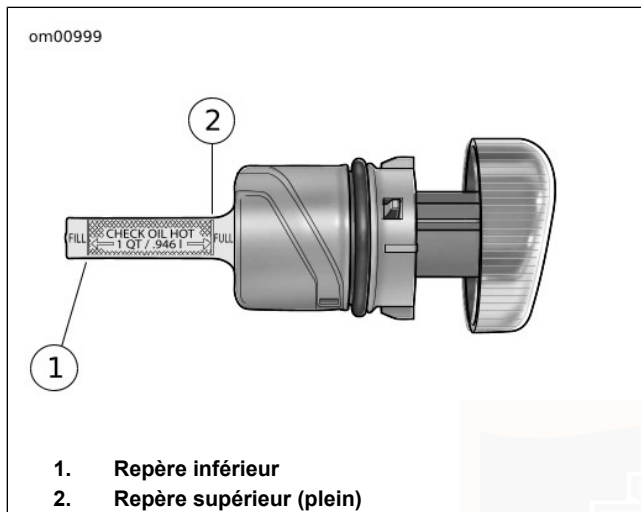

Figure 26. Bouchon de remplissage/jauge : modèles Sportster
3. Enlever de nouveau le bouchon de remplissage et vérifier le niveau d'huile sur la jauge. Voir la Figure 26. La jauge est dotée de deux repères. Si le niveau d'huile est à une hauteur égale ou inférieure au repère inférieur, ajouter la quantité suffisante d'huile pour ramener le niveau entre les deux flèches sur la jauge. Replacer le bouchon de remplissage.
4. Enlever de nouveau le bouchon de remplissage et vérifier le niveau d'huile à chaud sur la jauge. Voir la Figure 26. La jauge est dotée de deux repères. Si le niveau d'huile du réservoir se situe au même niveau ou est sous le repère inférieur, ajouter 0,946 L (1 qt) d'huile Harley-Davidson au réservoir. Replacer le bouchon de remplissage.